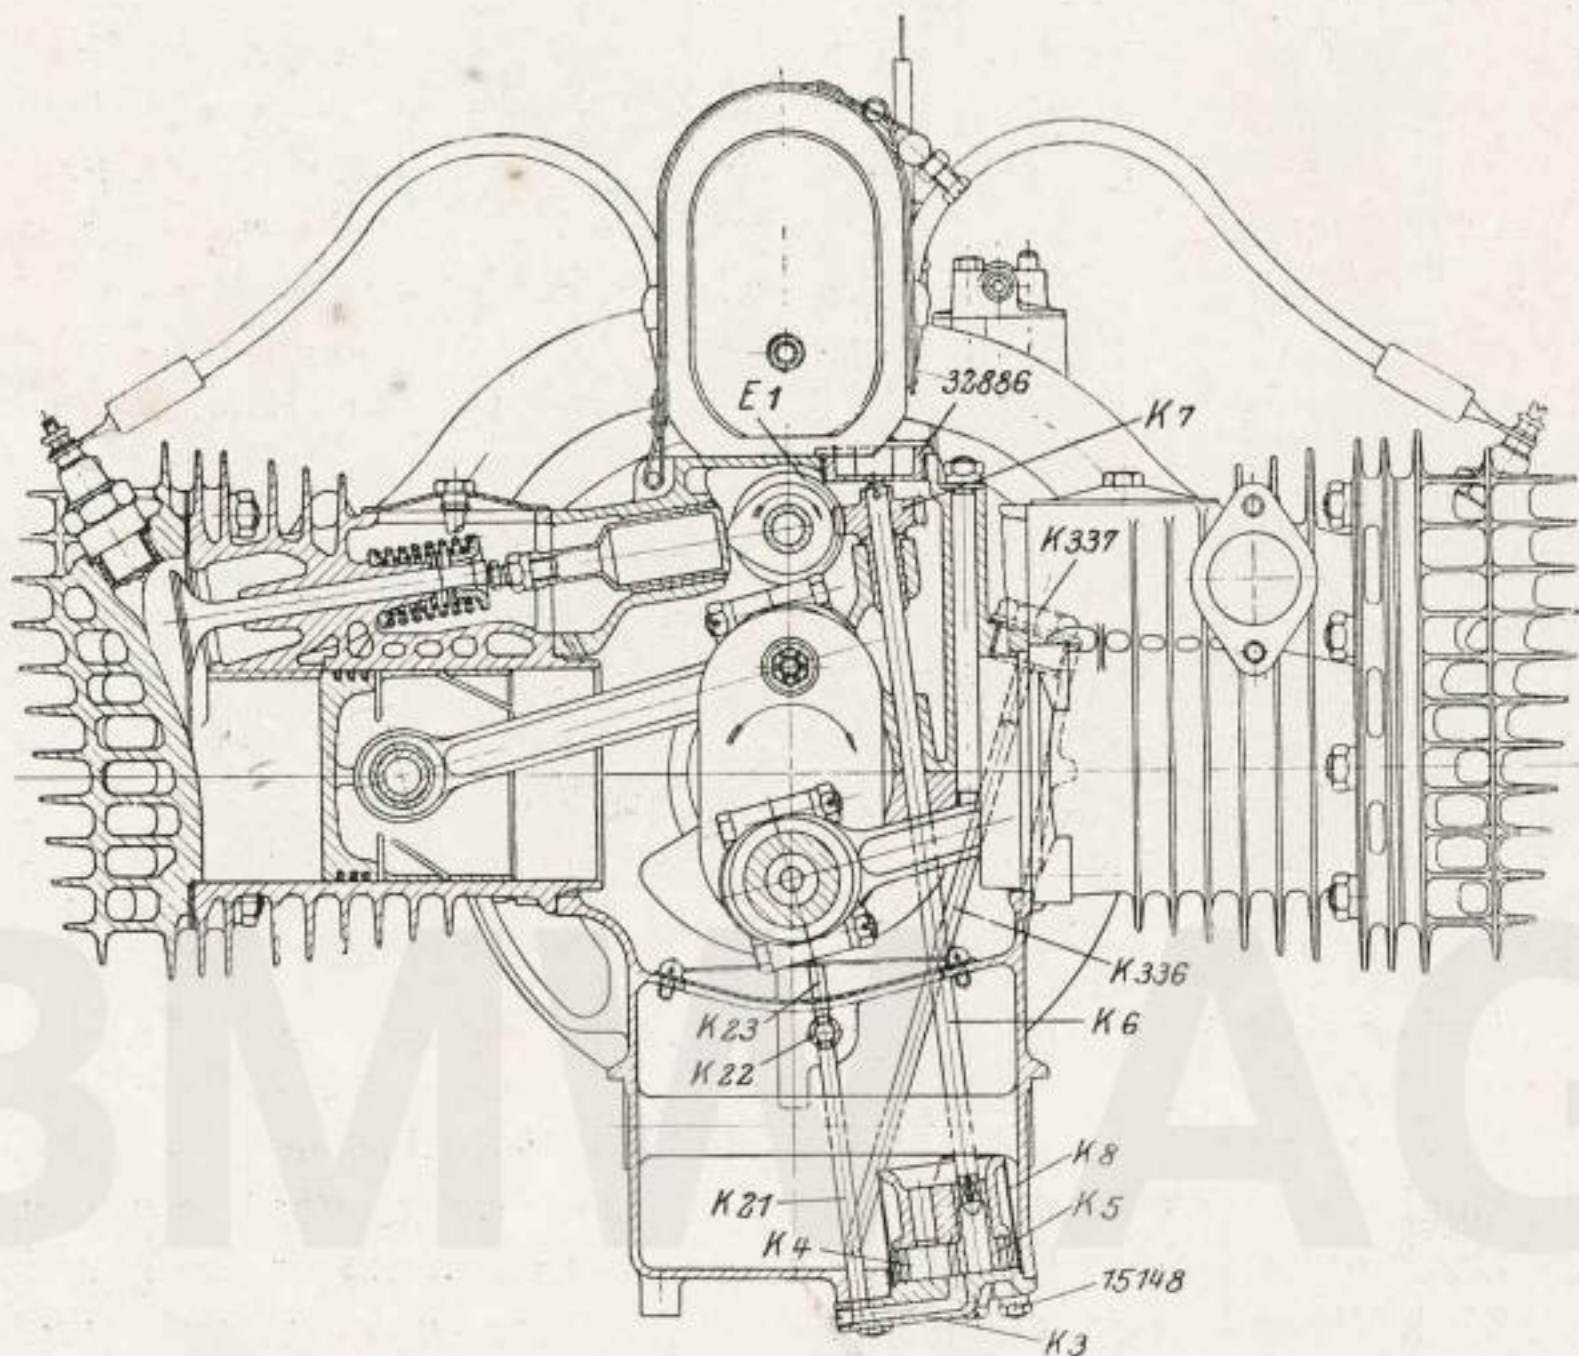

Abb. 10.
9. Schmierung und Ölkontrolle: Die Schmierung erfolgt unter hohem Druck vollkommen selbsttätig wie bei einem neuzeitlichen Kraftwagenmotor, sodaß ausreichende Ölversorgung auch bei höchster Beanspruchung sichergestellt ist. Eine im Motorgehäuseunterteil eingebaute Zahnradpumpe (Abb. 10) saugt durch einen Seihler **K 8** das Öl durch die Tätigkeit der beiden Zahnräder **K 5** und **K 4** an, von denen das erstere mittels einer Welle **K 6** und Schneckenrad **K 7** von der Schnecke **E 1** auf der Steuerwelle angetrieben wird. Das Öl wird durch eine Bohrung im Deckel **K 3** in das Steigrohr **K 21** gedrückt und gelangt in das Ölverteilungsrohr **K 22** und von hieraus durch die senkrechten Ölrohre **K 23** und die kalibrierten Öldüsen **K 24**, zu den Kurbelwellenlagern. Durch die hohlgebohrten Zapfen wird das Öl mittels Ölschlitzen sämtlichen Lagerstellen zugeführt. Die Schmierung der Kolben und Kolbenbolzen erfolgt durch das von der Kurbelwelle gegen die Zylinderwandungen geschleuderte Öl.